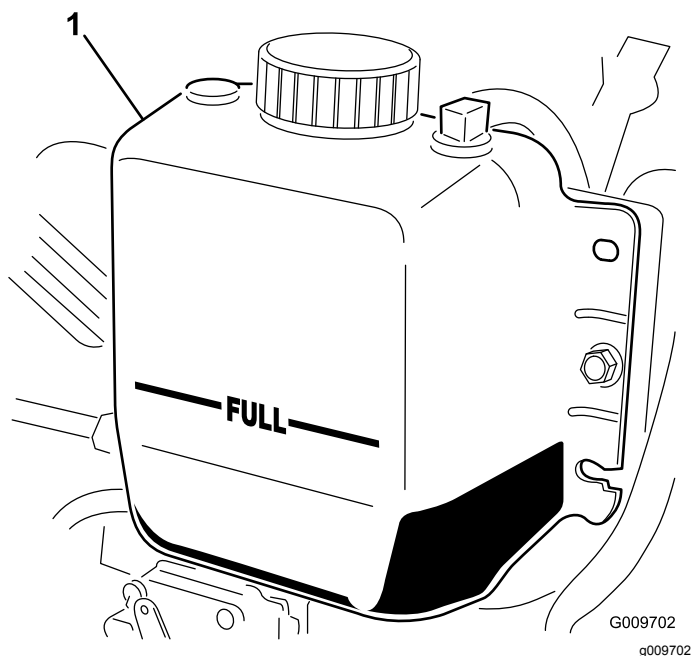

Figure 74
2. Vérifiez le niveau du liquide de refroidissement dans le radiateur. Le radiateur doit être rempli jusqu'en haut du goulot de remplissage et le vase d'expansion jusqu'au repère MAXIMUM (Figure 74).